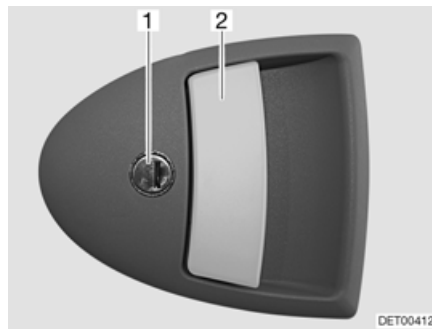

Bild 34 Türschloss Eingangstür, außen
- Schlüssel in Schließzylinder (Bild 34,1) stecken und drehen, bis das Türschloss entriegelt ist.
- Am Türgriff (Bild 34,2) ziehen. Die Tür ist geöffnet.
- Schlüssel in Schließzylinder (Bild 34,1) stecken und drehen, bis das Türschloss verriegelt ist.